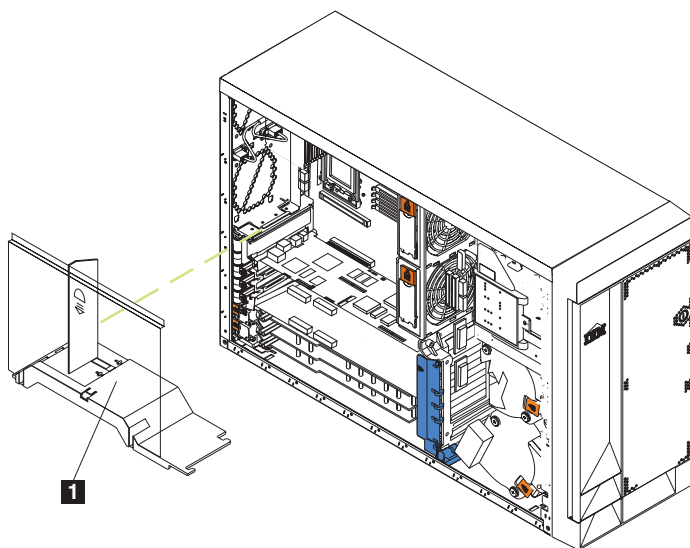
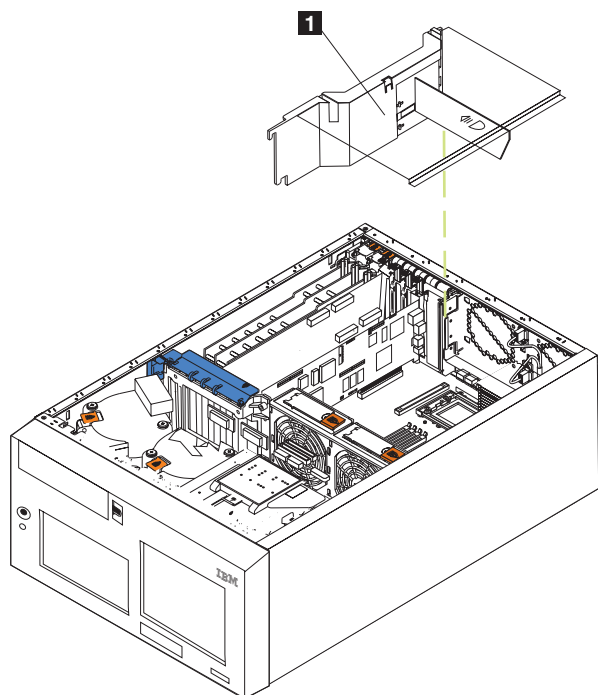

図 34. エア・バッフル・アセンブリーの取り外し (モデル 25T)
図 35. エア・バッフル・アセンブリーの取り外し (ラック・マウントへの移行機能付きモデル 25T)
3. 図 34 または 47 ページの図 35 を参照して、エア・バッフル・アセンブリーをガイドからスライドさせて引き出し、エンジンから取り外します。